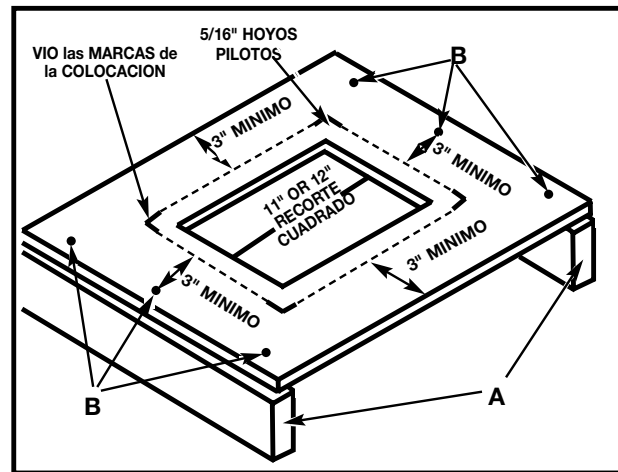

Fig. 4B
Usted puede construir también un apoyo elevado sencillo, como mostrado en el Fig. 4B.
Cuadre el vio en la superficie secundaria y marca la ubicación para cuatro 5/16 hoyos de pulgada para ser taladrada (Fig. 4B).
Aleje la sierra y luego realice los orificios en estas marcas. Ubique y marque un cuadrado de 279 ó 305 mm (11" ó 12") centrado entre los cuatro orificios de montaje. Corte y quite el cuadrado (Fig. 4B). Para elevar la superficie de apoyo, mida dos 2 x 4 (A) Fig. 4B al ancho de dos lados opuestos de la superficie de apoyo. Fije la superficie de apoyo a los bordes angostos de los 2 x 4 (como se muestra en la Figura 4B) con tornillos para madera (no suministrados) en al menos tres puntos (B) Fig. 4B de cada lado.